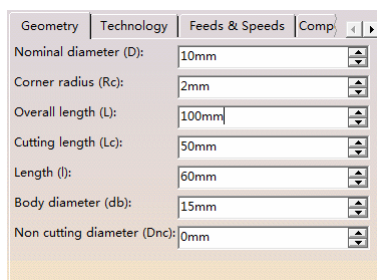

图 3-22 定义刀具参数 (1)
- 单击“More”按钮，单击“Geometry”选项卡，定义刀具参数(1)如图 3-22 所示。